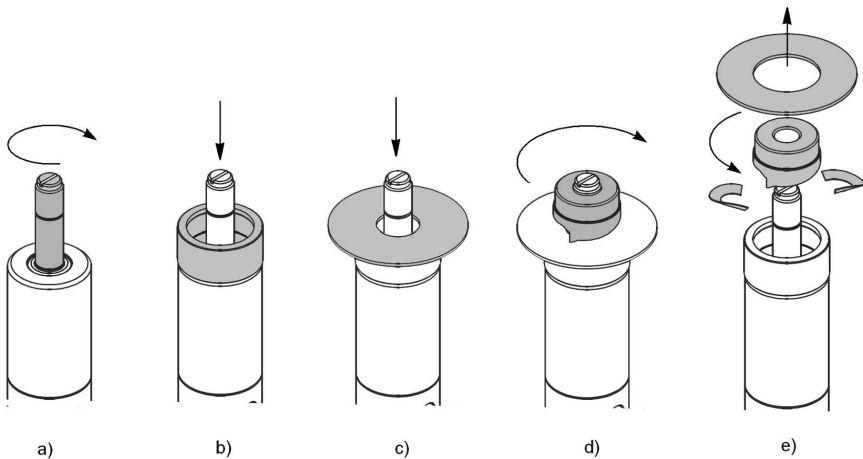
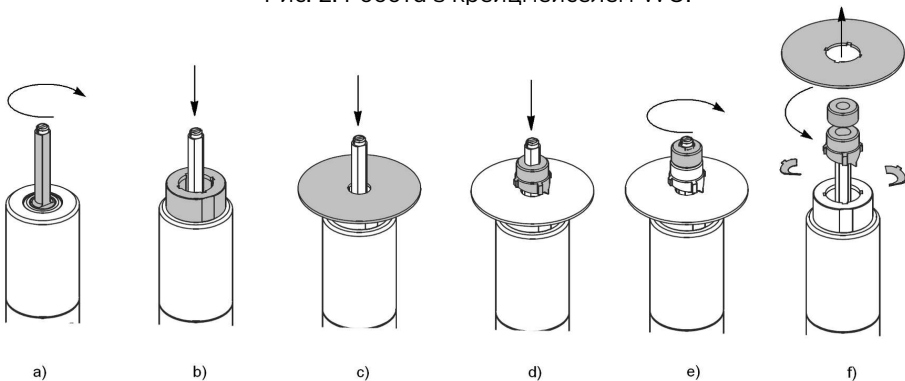

Рис. 2. Робота з крейцмейселем WO.
Рис. 3. Робота з крейцмейселями WO-Z та WK.
2. Вкрутити шпильку на повну довжину різьби (для головки GW2 слід застосувати редукційну втулку) у гніздо поршня головки (Рис. 2а, Рис. 3а).
4. Ввести шпильку в попередній отвір (раніше зроблений у листовому металі) (Рис. 2с, Рис. 3с).
5. Накрутити пуансон крейцмейселя на шпильку або надіти пуансон і накрутити гайку (Рис. 2d, Рис. 3d і Рис. 3е).
6. Докрутити пуансон або гайку, усуваючи вільний хід (зазор) між листовим металом та матрицею (Рис. 2d, Рис. 3е).
9. Зняти пуансон і видалити відходи (Рис. 2е, Рис. 3f).